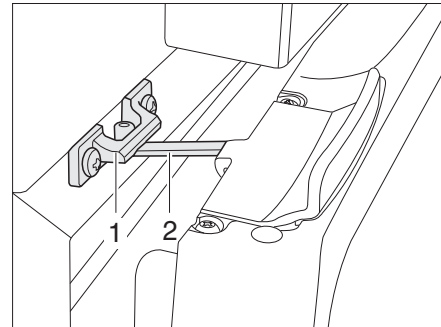

Fig. 142 Porte du réfrigérateur en position de ventilation (Thetford)
■ Ouvrir le verrouillage (Fig. 142,2) et l'enclencher dans le logement de verrouillage (Fig. 142,1). La porte du réfrigérateur reste ainsi légèrement ouverte.